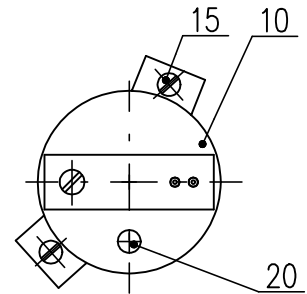

Рис.6
- Поворачиванием устанавливающего триммера GAIN (рис.6) установите величину выходного сигнала тока, измеряемого на клеммах 81-82, на величину 20 мА.
4.5 Установка емкостного датчика (рис.6)